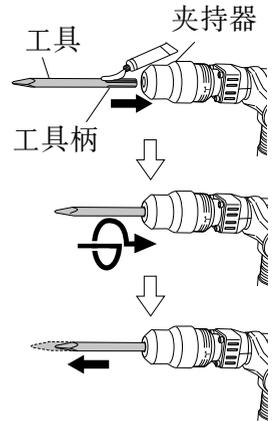

图 6
- (1) 擦净工具柄。
- (2) 如图 6 所示，要安装工具（五槽圆柄）时，将它插入孔内直至其抵达孔底。